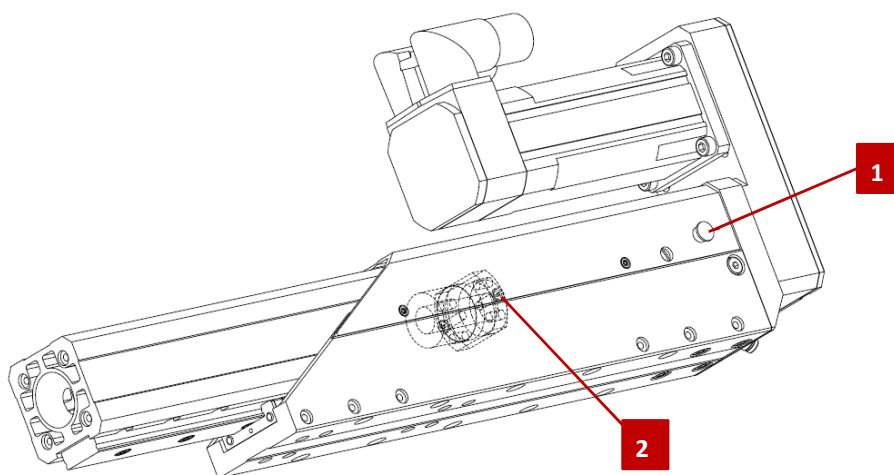

Fig. 12 Axe télescopique - graisseurs axe télescopique
3. Retirez le bouchon obturateur (Fig. 12, 1) du couvercle de la broche.